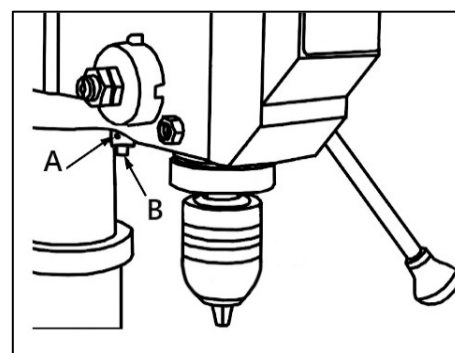

Рисунок 16.
Если необходимо отрегулировать положение лазеров, выполните следующие действия. Ослабьте установочный винт (A) (рис. 16) (для каждого лазера свой винт) а затем настройте направление лазера (B).